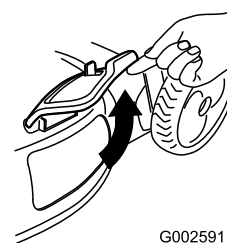

Figura 20
2. Levante la puerta de descarga lateral (Figura 20).